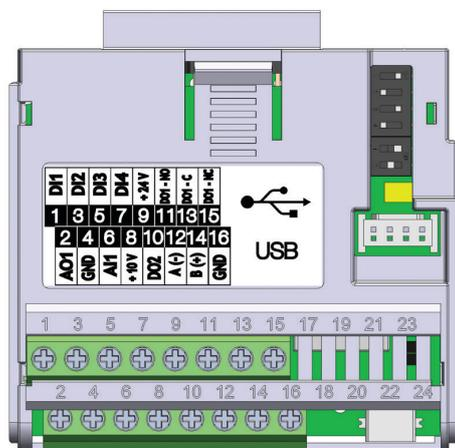

Рисунок 19.3: Подключаемый модуль CFW500-CUSB
Сменный модуль CFW500-CUSB имеет последовательный (1) интерфейс через порт RS-485 на клеммах 12 (A-) и 14 (B+), а также последовательный (2) интерфейс через порт USB на стандартном разъеме mini USB (mini B), см. Рисунок 19.3 на странице 19-1.